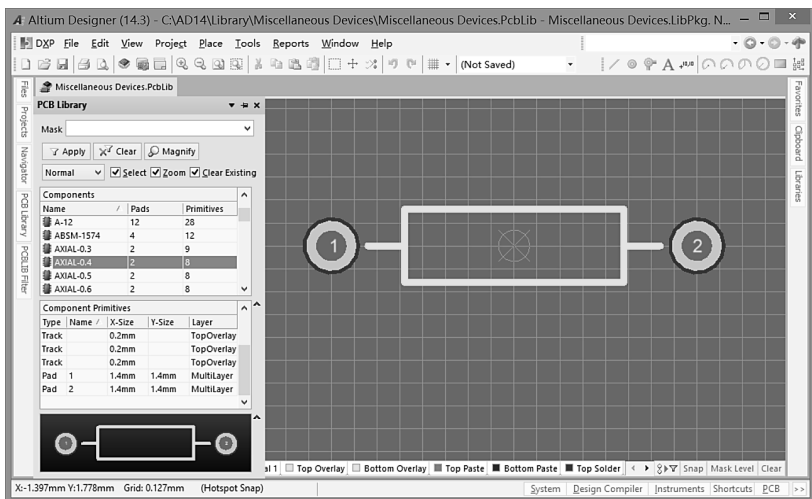

图 9-6-26 选择 AXIAL-0.4
(2) 双击 Miscellaneous Devices.PcbLib 封装库，双击 PCB Library 中 Components 区域中的 AXIAL-0.4，如图 9-6-26 所示。